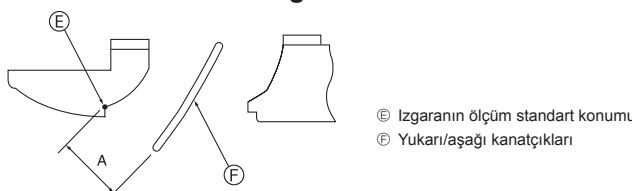

Fig. 5-10
- ③ İstenen hava akımı yönünü ayarlamak için, kanatçıları belirtilen aralıktaki yukarı/aşağı yavaşça hareket ettirin. (Fig.5-10)